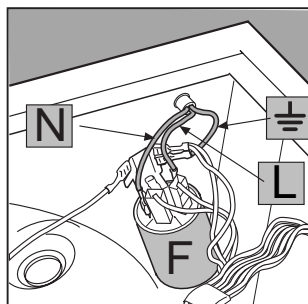

Fig. 4
3. Déconnectez les câbles du filtre antiparasite F [fig. 4] en repérant bien leur emplacement